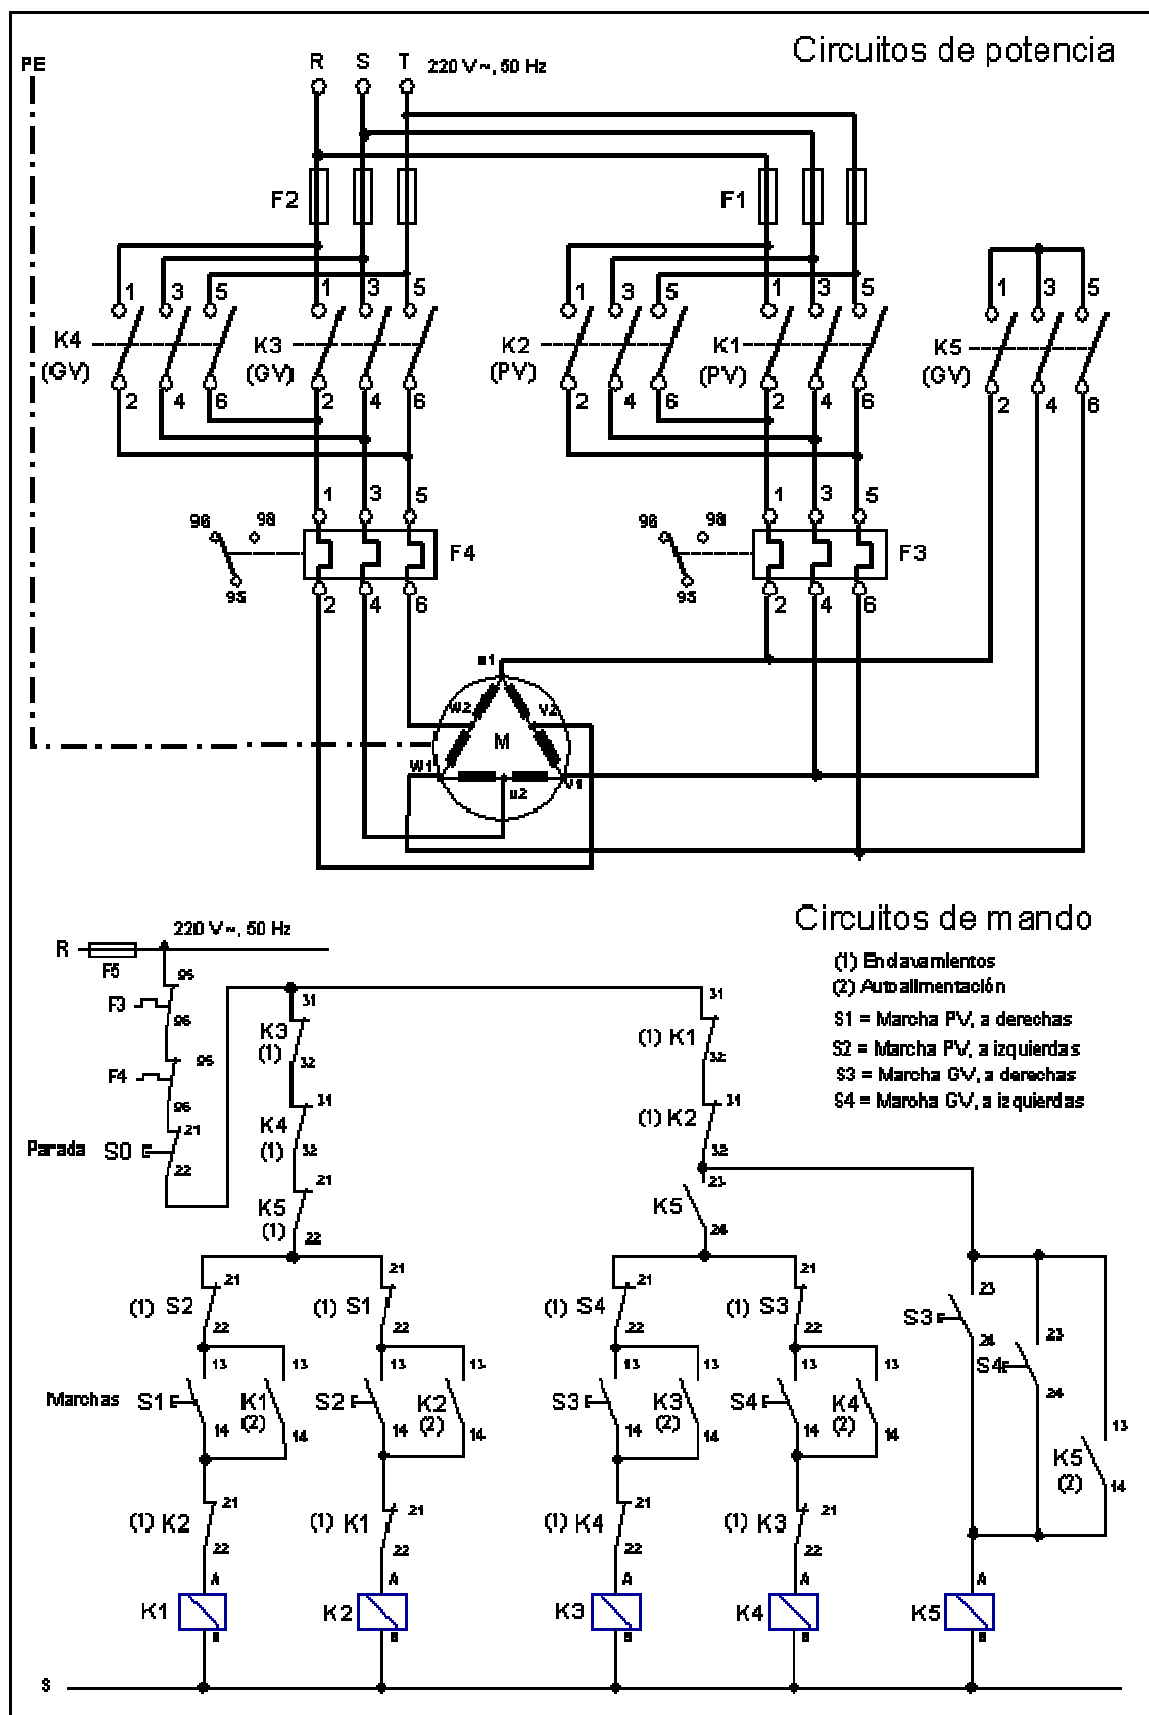

Figura 19.4.- Circuitos de potencia y mando, para arranque de un motor de polos conmutables (conexión Dahlander), con inversión de giro
19.4.- ARRANQUE DE UN MOTOR DE POLOS CONMUTABLES, DE DOS VELOCIDADES, CON INVERSIÓN DE GIRO (Figura 19.4)
Los circuitos de la figura 19.4, son unos de los mas utilizados, aunque no los únicos, para el arranque de un motor de polos conmutables en ambos sentidos de giro y en cualquiera de sus dos velocidades.